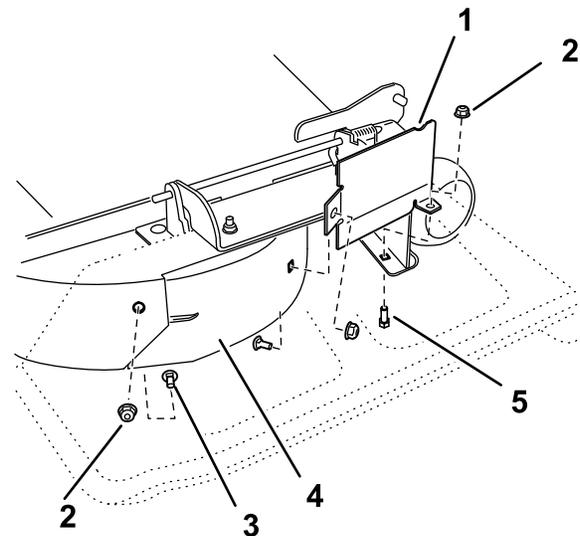

Bild 4
2. Befestigen Sie das Ablenkschutzblech mit einer Schraube (5/16" x 3/4"), einer Schlossschraube (5/16" x 3/4") und zwei Muttern (5/16"), wie in Bild 4 abgebildet. Ziehen Sie die Befestigungen handfest an.
3. Befestigen Sie die Rückwand des rechten Ablenklechs mit einer Schlossschraube (5/16" x 3/4") und einer Mutter (5/16") am Mähwerk, wie in Bild 4 abgebildet.